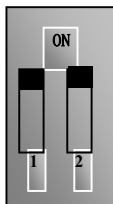

图 5-4
- (5) 对于 E2000-Q 系列 30kW 及其以下功率变频器控制端子排附近有一个两位红色拨码开关 SW1，如图 5-4 所示。拨码开关的作用是选择模拟量输入端子 AI2 的电压信号（0~5V/0~10V）或电流信号，出厂值默认为电流通道。使用时通过 F203 选择模拟量输入通道。按图示把开关 1 拨到 ON 位置，2 拨到 ON 位置，选择 0~20mA 电流调速。其他拨码开关的位置与调速方式详见下表 5-2。